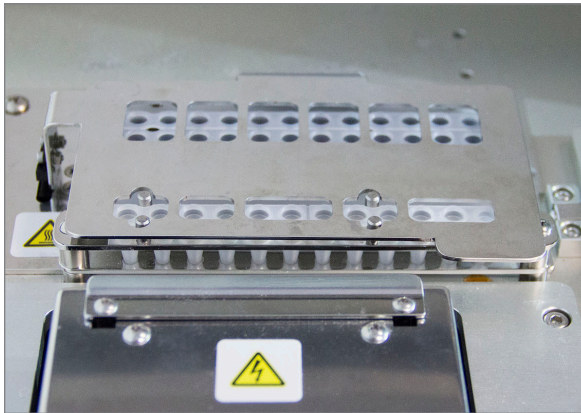

ABBILDUNG 5.23: Über den Röhrchen geschlossener Deckel
- a. Schließen Sie den Deckel, der sich über die Röhrchen klappt (**ABBILDUNG 5.23**).